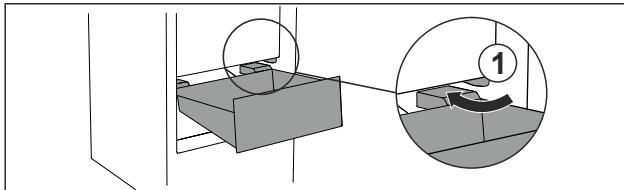

Fig. 102
- ▶ Predal speljite poševno okrog zaustavljalnikov Fig. 102 (1).